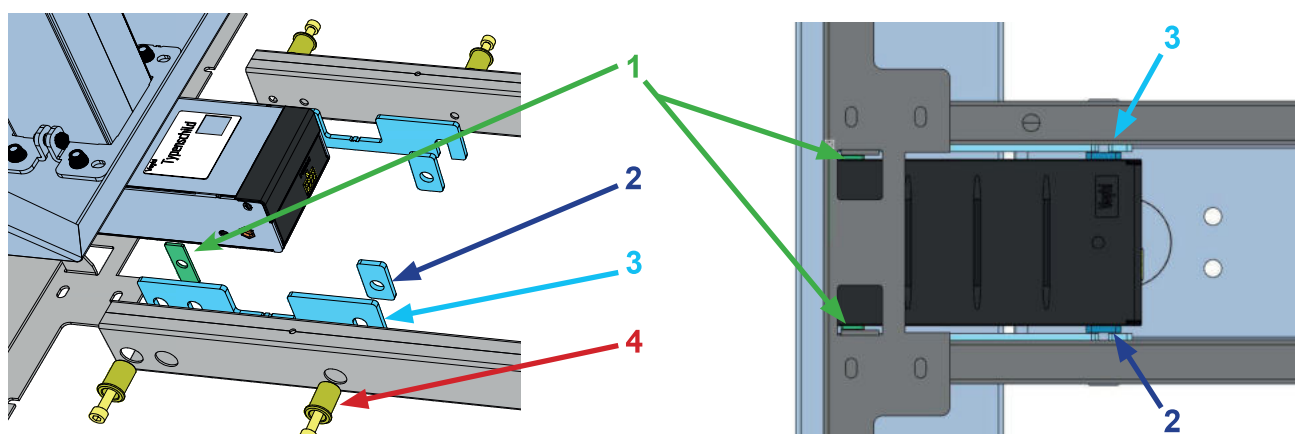

Abbildung 5: Traversenaufbau mit Traversenrohren inkl. Schrauben und Unterlegmaterial
5. Bei der Montage der Traversenrohre an Hubsäule und Plattenträger sind einige Unterlagselemente einzusetzen. Eine Übersicht der benötigten Bauteile mit Beschreibung finden Sie in der Abbildung 5 und der dazugehörigen Legende.
6. Setzen Sie die Hubsäule in den Plattenträger. Schieben Sie auf beiden Seiten die Unterlagsplatte (1) zwischen Plattenträger und Hubsäule, bis die Bohrungen übereinstimmen. Zur Fixierung können Sie beidseitiges Klebeband verwenden, ohne dabei das Durchgangsloch zu verdecken.
8. Positionieren Sie die Unterlagsplatten (2) und (3) an der Hubsäule, wie in Abbildung 5 dargestellt. Fixieren Sie diese bei Bedarf ebenfalls mit Klebeband.
9. Stecken Sie die Hülsen und Zylinderschrauben (4) des Schraubensets in die Löcher des Traversenrohrs.